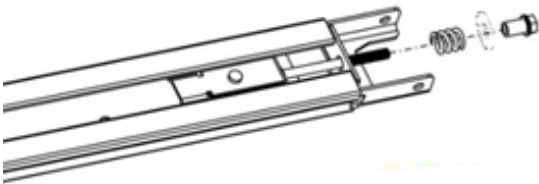

Figure 9
1. Lösen Sie die Mutter und die Feder des Spannbolzens (Abb. 9).